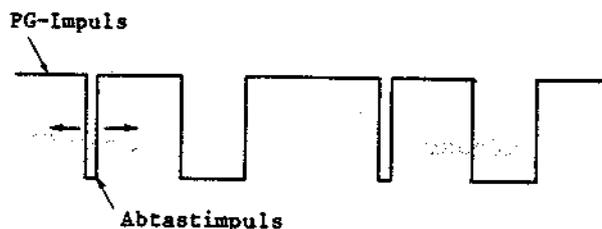

Abb. 4-104 Capstanmotor-Drehzahl (bei Kurzschluß)
(1) Capstanmotor-Drehzahl (Abb. 4-104, 4-105, 4-151)
7. Den CAPSTAN SPEED Regler (RT603) so abgleichen, daß der Abtastimpuls an dem Impulsgenerator-Impuls (PG-Impuls) stillsteht oder langsam bewegt wird (siehe Abb. 4-104).